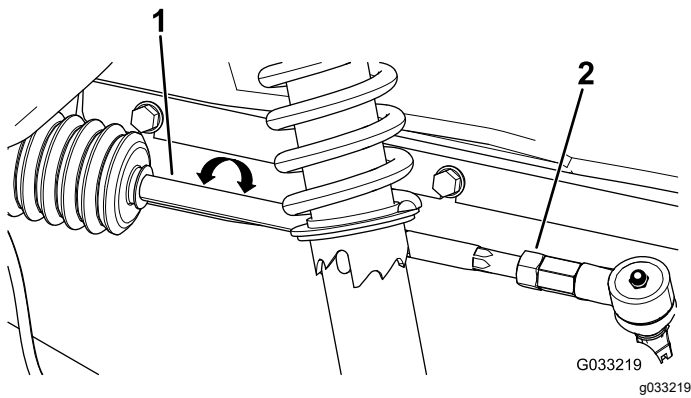

Bild 54
2. Wenn der Wert nicht zwischen 0-6 mm liegt, lösen Sie die Klemmmuttern am äußeren Ende der Spurstangen (Bild 54).